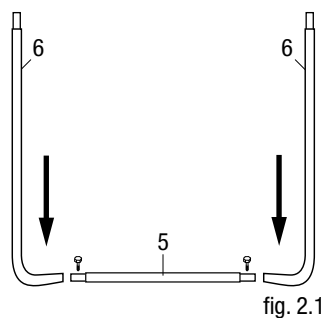

fig. 2.1
Collegare tutte le gambe fisse (6) ai piedi (5). Fate attenzione che l'adesivo di sicurezza, applicato su una delle gambe fisse, sia rivolto verso l'esterno (fig. 2.1) Inserire una vite dell'apposito kit su un lato come sicurezza tramite i pezzi (6) e (5). Fissarli con i dadi.